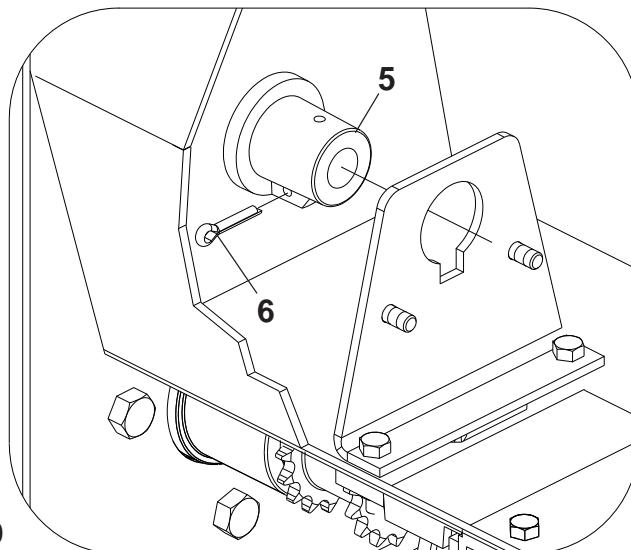

Figura 59
- 1 - Coloque no fundo da caixa de semente (1) o suporte (2) com parafuso (3) , arruela e porca (4), **Figura 59** ;